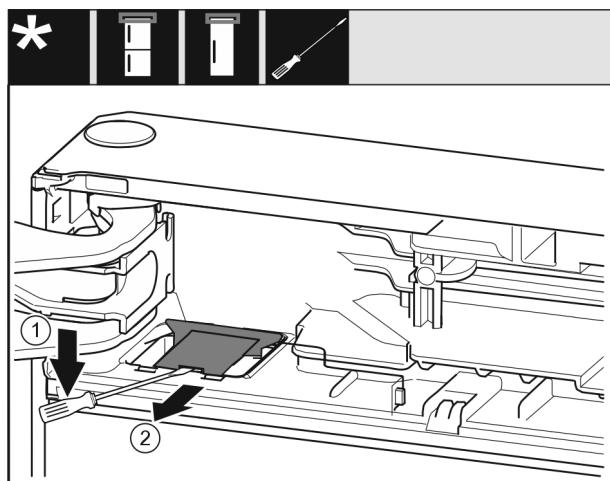

Fig. 10
- Plochým šroubovákem uvolněte kryt a zvedněte jej nahoru. Fig. 10 (1)
- Sejměte kryt. Fig. 10 (2)